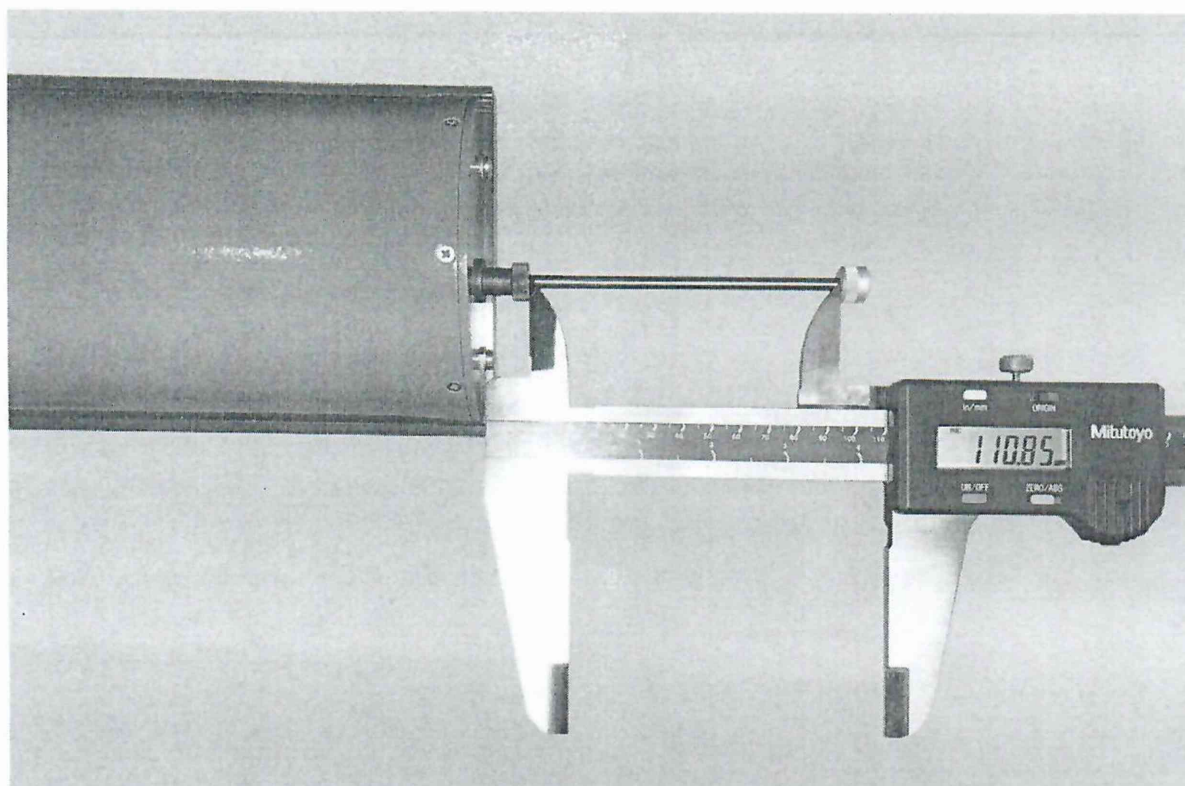

Рисунок 1 – Схема измерения положения штока поршня
7.4.1.4 Перевести поршень установки в исходное положение, нажав кнопку «Исходное». Штангенциркулем измерить начальное положение штока поршня $X_{\text{нач}}$, мм согласно рис. 1.